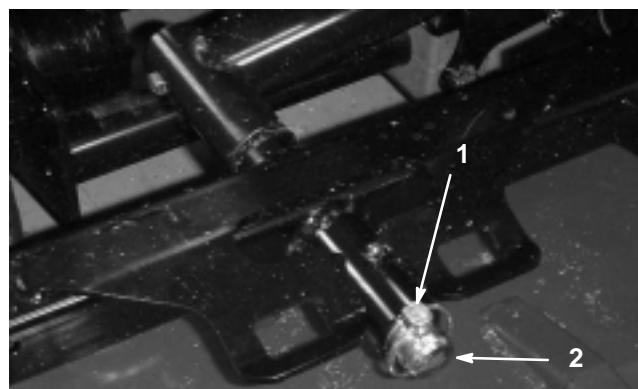

Figure 10
3. Retirez la goupille ou l'écrou de retenue (GM4700 uniquement) qui fixe le bâti porteur de plateau de coupe à l'axe de pivot du bras de relevage (Fig. 10).
3. Faites glisser le bâti porteur de plateau de coupe sur l'axe de pivot de bras de relevage. Fixez avec la goupille ou l'écrou de retenue (GM 4700 uniquement) (Fig. 10).